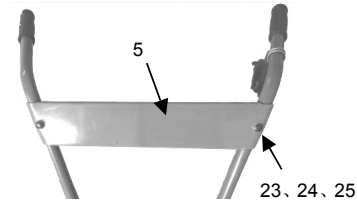

Figura 9
7. Fare riferimento alla figura 9 per installare la piastra.